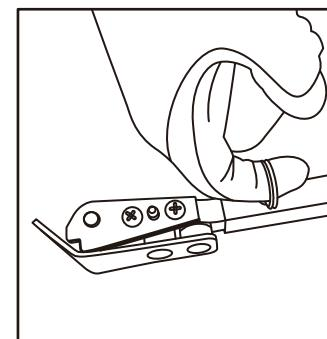

Figure 5
B. Lorsque vous tirez dans les airs ou par le haut, tirez la tige vers l'avant sur l'extension avant (6), faites pivoter de 180 degrés et réinsérez dans le bras de support (5), puis réinstallez la tige (figures 5 et 6). Enroulez le câble sous la base du cabestan (1) et dans le sens inverse des aiguilles d'une montre. Assurez-vous que la perceuse de 18 volts est en marche AVANT et obtenez un résultat similaire à celui de la plupart des extracteurs classiques.